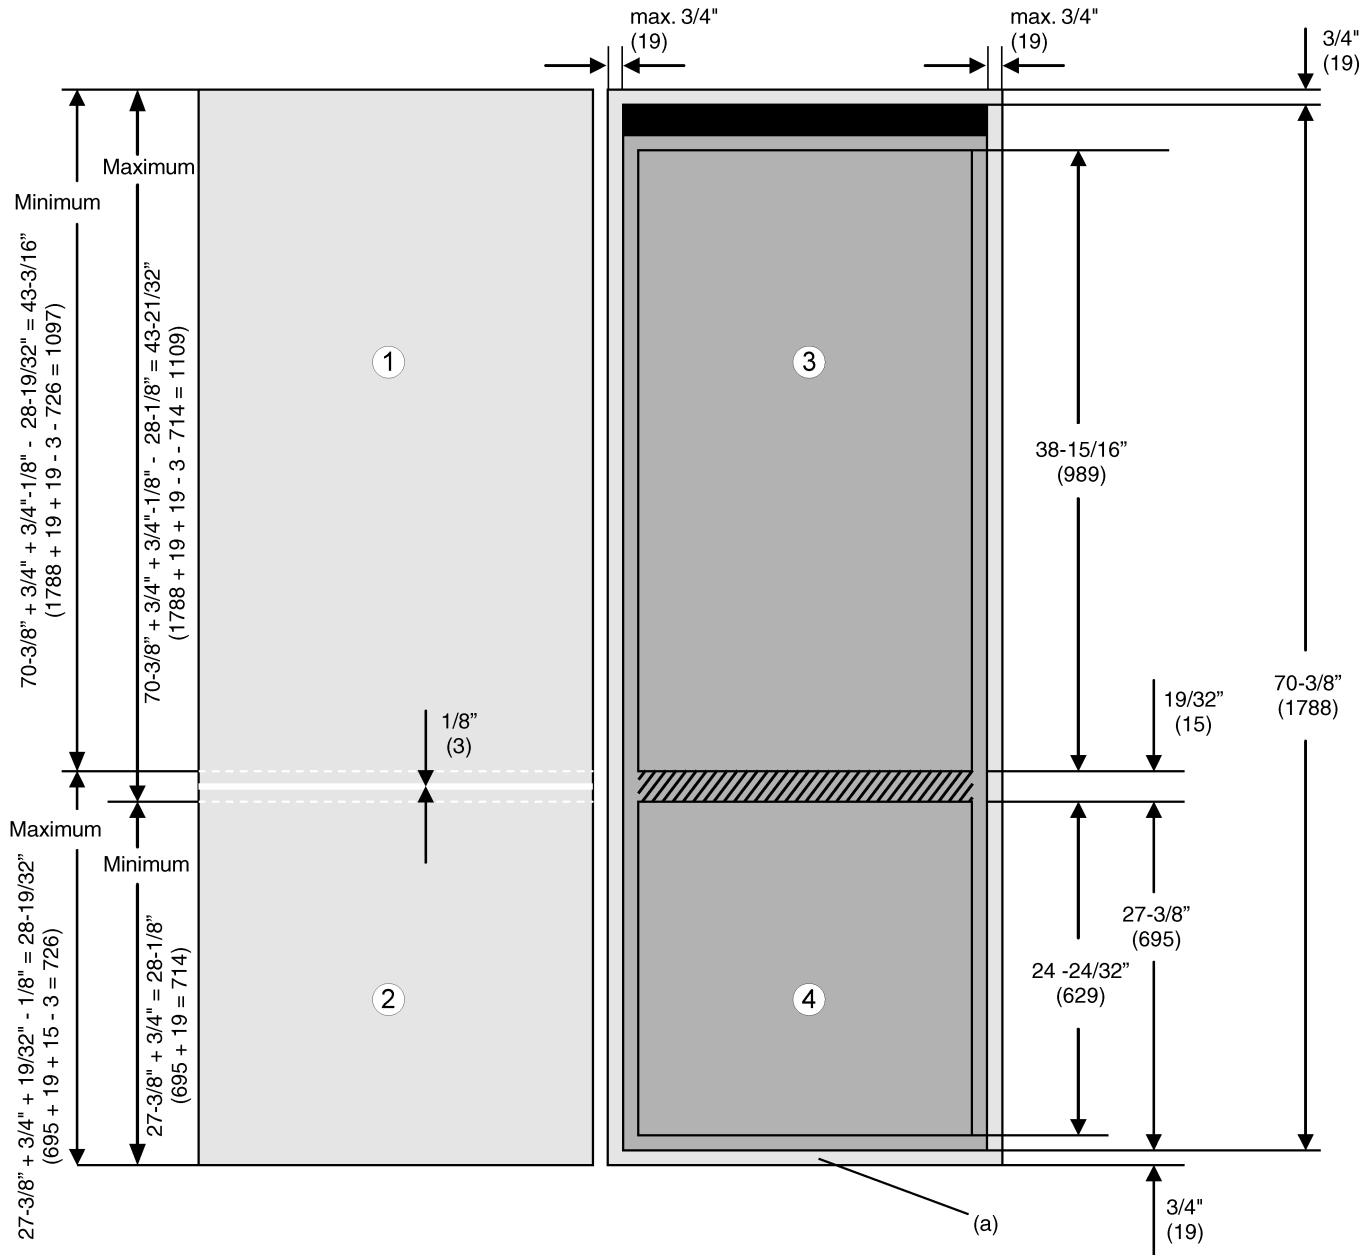

Fig. 3
► Para cubrir la parte frontal de la base Fig. 3 (a): aumente la altura del panel a $27\text{-}3/8$ in. + $3/4$ in. = $28\text{-}1/8$ in. (695 mm + 19 mm = 714 mm).
Si todavía no se han montado las puertas del mueble, debe haber una ranura entre la puerta del compartimiento congelador Fig. 3 (4) y la puerta del compartimiento frigorífico Fig. 3 (3) de $19/32$ in. (15 mm). Después de montar las puertas del mueble, debe haber una ranura entre ambas puertas Fig. 3 (1,2) de aprox. $1/8$ in. (3 mm) y ésta se debe situar dentro de la superficie sombreada.